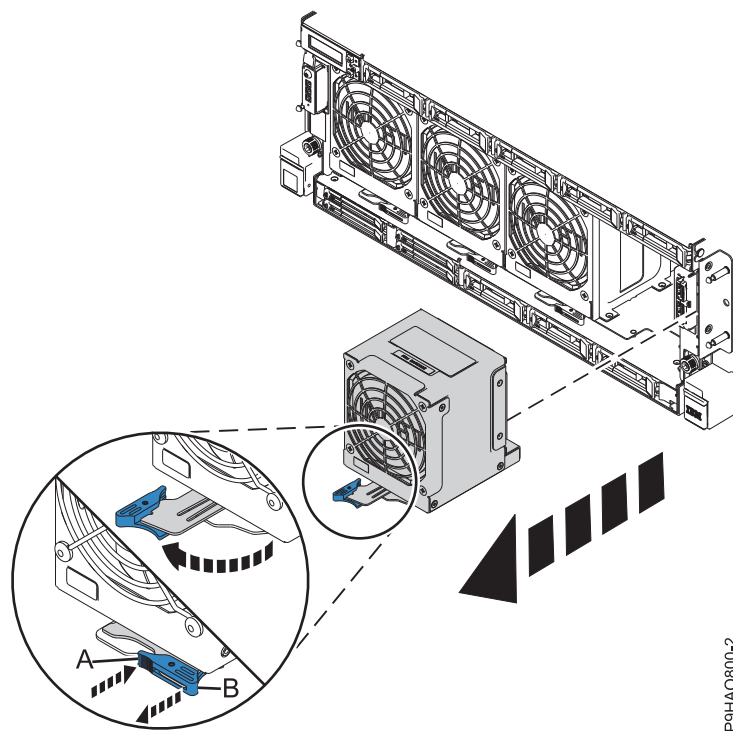

Figura 8. Removendo o ventilador frontal
1. Coloque seu polegar contra a trava (A) e coloque seu dedo indicador contra a trava (B), como mostrado na Figura 8 na página 11.